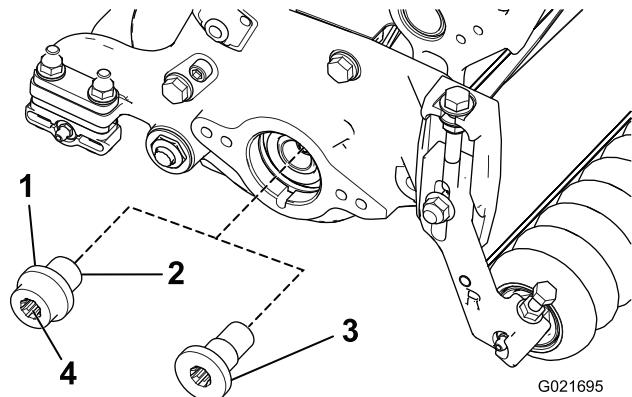

**Figura 7**
**Nota:** Las arandelas de los pernos de ajuste de la altura de corte deben estar situados en cada lado de la brida de la chapa lateral (Figura 7).
13. Apriete la contratuerca del perno de ajuste de la altura de corte hasta que las arandelas toquen la brida de la chapa lateral, luego afloje la tuerca 1/2 vuelta (Figura 7).